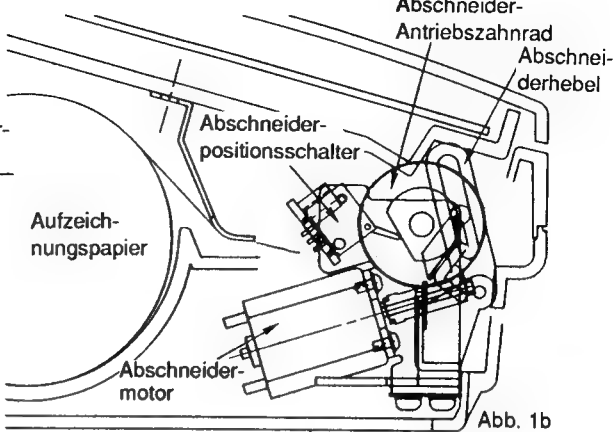

Abb. 1b
- (1) Bei ausgeschaltetem Abscheiderpositionsschalter befindet sich der Abscheider im Wartezustand, wie dies aus Abb. 1b ersichtlich ist.